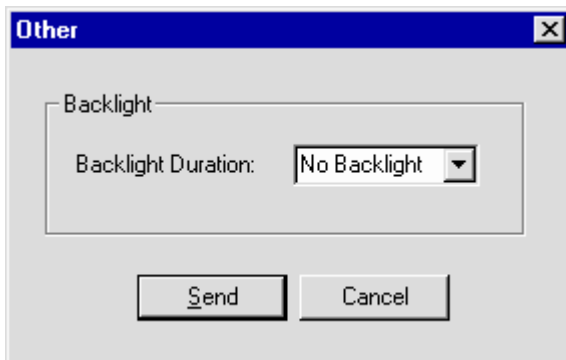

Abb. 3-16: Einstellungen für die Hintergrundbeleuchtung
2. Wählen Sie in der TRAKPRO-Software **Parameters, Instrument Setup, Other**. Die TRAKPRO Software liest die aktuellen Einstellungen aus dem Gerät aus. In Abbildung 3-16 sehen Sie eine Darstellung dieses Dialogfelds.